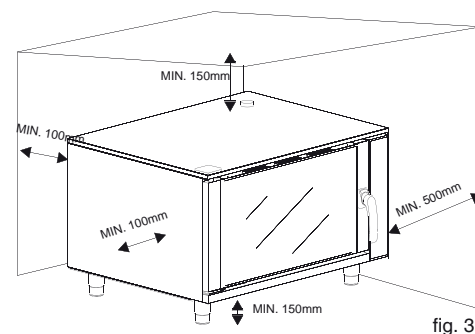

fig. 3
- Pour permettre l'installation et les opérations de maintenance, maintenir une distance d'au moins 500 mm (voir fig. 3) entre le côté gauche du four et le mur ou des appareillages adjacents.